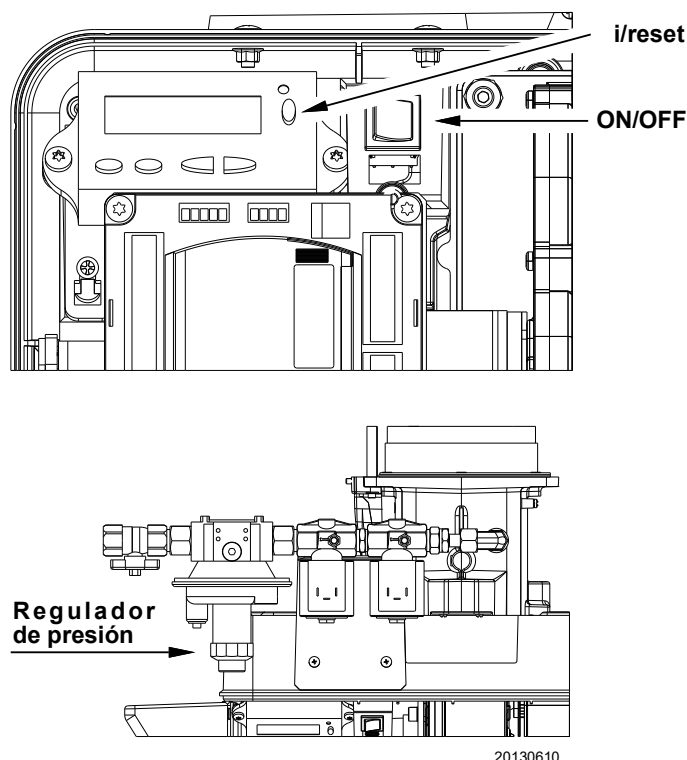

Fig.161
- Presionar el interruptor “ON/OFF” (Fig. 161) a la posición “OFF”, aparato en standby (OFF).
- Ingreso de la contraseña del técnico (SO) mediante los pulsadores “+”, “-” y “i/reset”. Consultar también el capítulo Ingreso de la contraseña en la pág. 38.
- El quemador inicia la fase de encendido. Si al final del tiempo de seguridad la llama no aparece, el quemador se reinicia automáticamente (realiza 3 intentos como máximo). Las indicaciones de la secuencia de fases continúan parpadeando en la pantalla para indicar que todavía continúa el procedimiento de arranque (funcionamiento manual). Si continúa sin encenderse, puede deberse a que el gas no llega al piloto en el tiempo de seguridad de 3 s. Aumentar la presión del gas mediante el regulador de presión (Fig. 161). En cambio, si al finalizar el tiempo de seguridad el quemador enciende y luego se apaga, se bloqueará y el display visualiza **Loc:7** parpadeante (desaparece la llama que indica funcionamiento).
Presionar el interruptor "ON/OFF" a la posición "OFF" (Fig. 161 en la pág. 48).